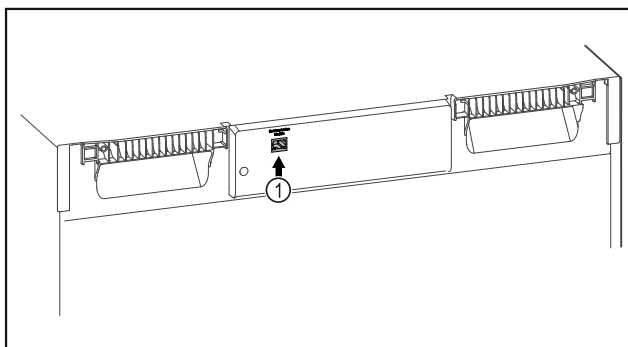

Fig. 95
- ☐ SmartModule Fig. 95 (1) er installert.